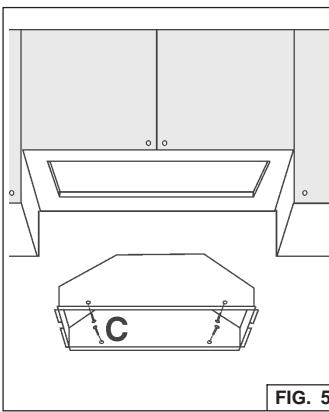
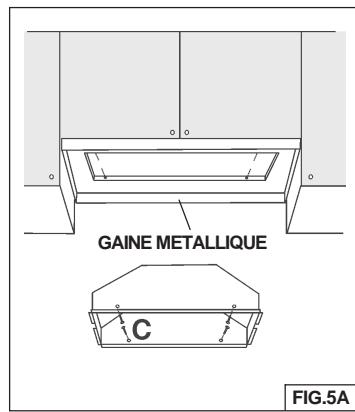

FIG. 5
FIG. 5A
- REMARQUE :** Pour les installations où le module de puissance se trouve à moins de 30" au-dessus du plan de cuisson, il est recommandé de glisser ce dernier dans une enveloppe métallique ou dans un corps incombustible. Cette précaution facilitera le nettoyage et fournira une protection au meuble (Fig. 5A).
- Placer la hotte dans le meuble (Fig. 5) ou dans la gaine en métal (Fig. 5A) et la fixer à l'aide (4) des vis "C" de montage pour tôle.